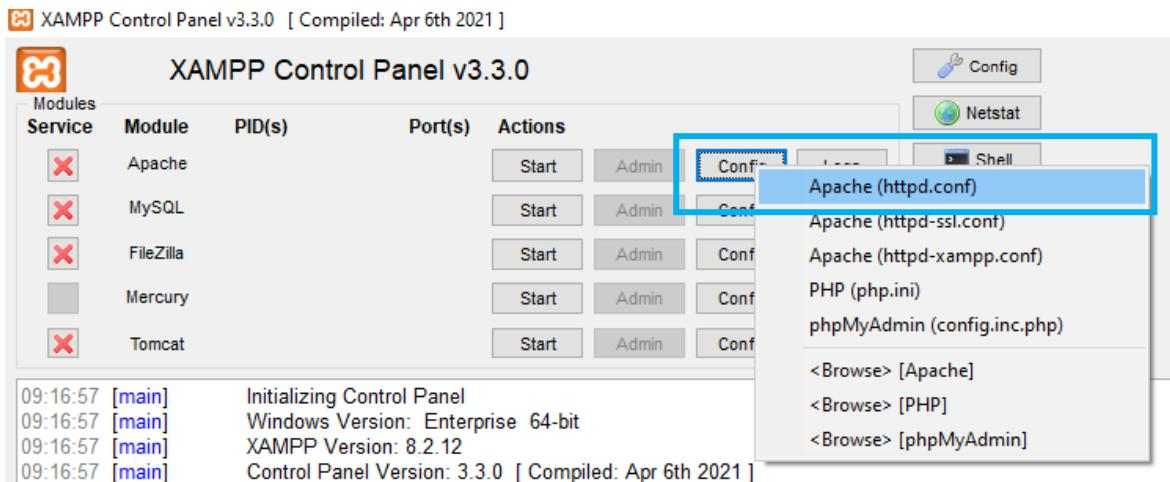

Figure 6 Interface XAMPP
7. Retourner dans le même fichier que la figure 6